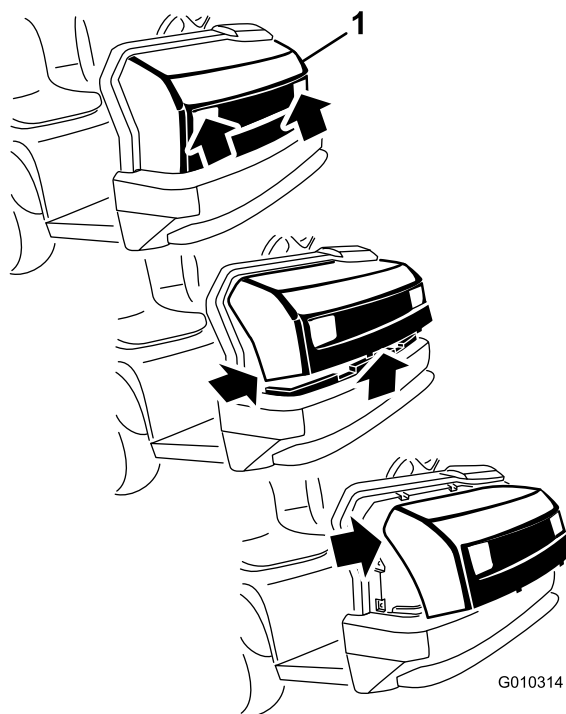

Figure 39
1. Saisissez le capot par les ouvertures des phares et soulevez-le pour dégager les pattes de fixation inférieures des fentes du châssis (Figure 39).
2. Pivotez le bas du capot vers le haut jusqu'à ce que vous puissiez dégager les pattes de fixation supérieures des fentes du châssis (Figure 39).
3. Pivotez le haut du capot en avant et débranchez les connecteurs des fils des phares (Figure 39).